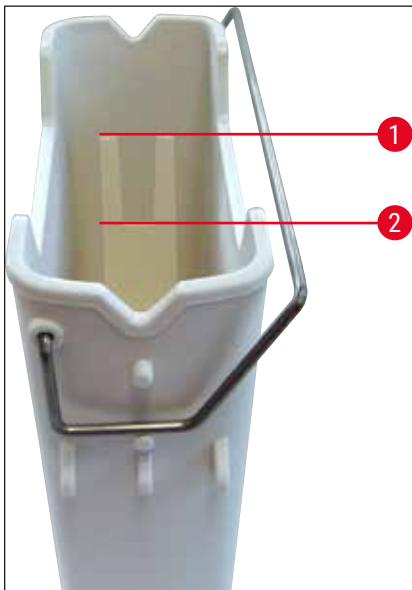
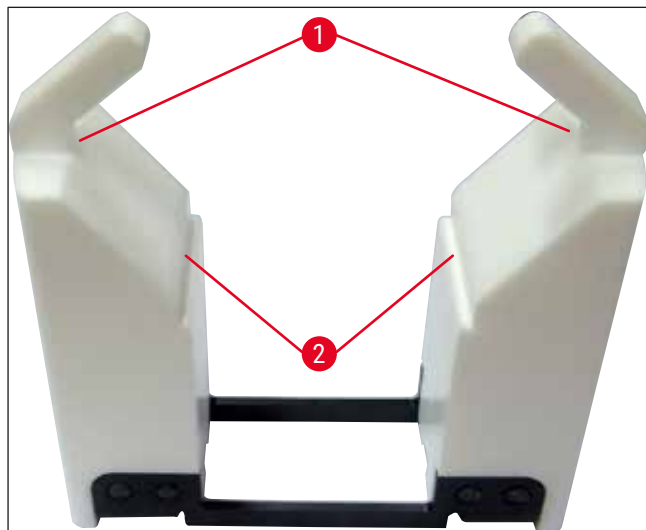

Bild 66
Bild 67
Kontrollera att reagenskyvetthandtaget är korrekt fastsatt på reagenskyvetten. Om detta inte är fallet ska handtaget sättas fast enligt (→ "Bild 66").
- Observera nivåmarkeringen på insidan av reagenskyvetten när du fyller den, oavsett typ av kyvett (→ "Bild 66") (→ "Bild 67").
- Om mellanlägg för specialinfärgning (→ "Bild 67") används i reagenskyvetterna för att reducera reagensvolymen ska dessa sättas i reagenskyvetten innan reagensen fylls på (minst upp till den markerade lägsta fyllnadsnivån (→ "Bild 67-2"), men inte över den högsta fyllnadsnivån (→ "Bild 67-1").